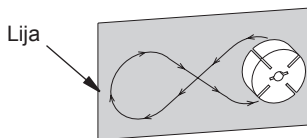

Figura 21 - Cómo lijar el rotor
14. Coloque un pedazo de lija muy fina (de grano 600) en una superficie plana. Lije el rotor ligeramente haciendo movimientos en forma de "8" cuatro veces (consulte la figura 21).